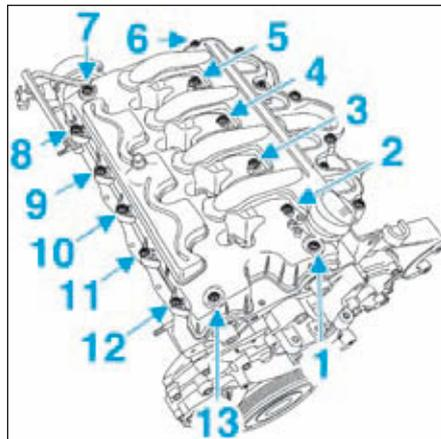

FIG.17
- Serrer les vis du couvre-culasse en respectant l'ordre suivant et le couple de serrage prescrit (Fig.17).